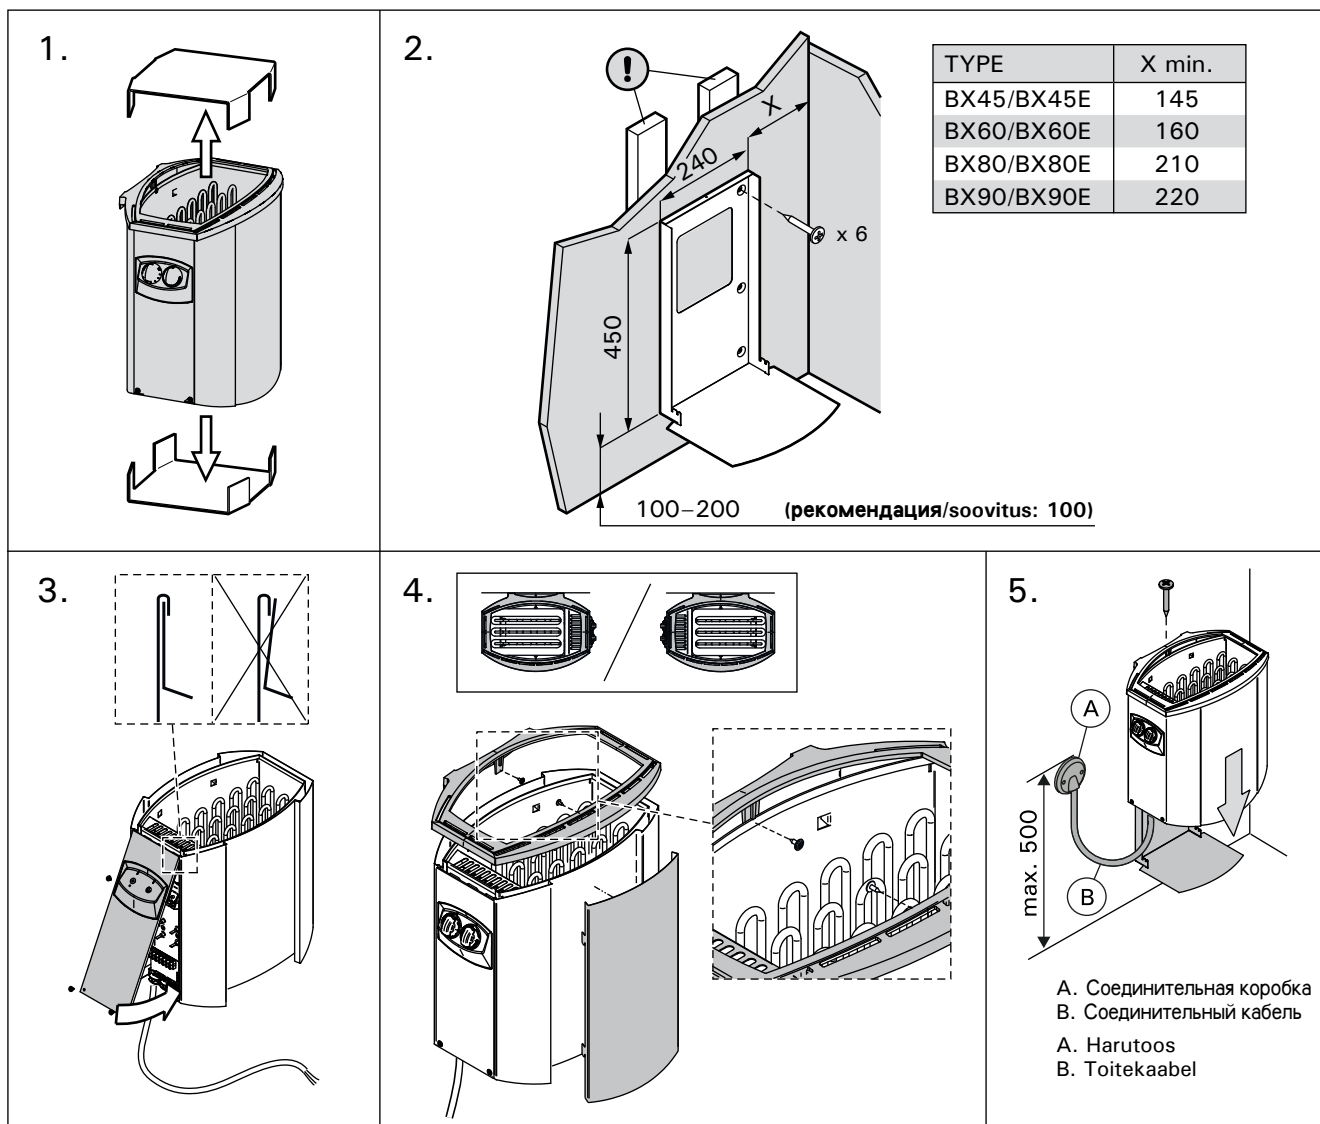

Рисунок 7.
См. рис. 7.
- Каменка гибким проводом подсоединяется к соединительной коробке (рис. 7: А) на стене сауны. Соединительная коробка должна быть брызгозащитенной и находиться на расстоянии не выше 500 мм от пола.
- В качестве кабеля (рис. 7: В) следует использовать резиновый кабель типа HO7RN-F или подобный. **ВНИМАНИЕ! Использование кабеля с ПВХ-изоляцией запрещено вследствие его разрушения под воздействием тепла.**